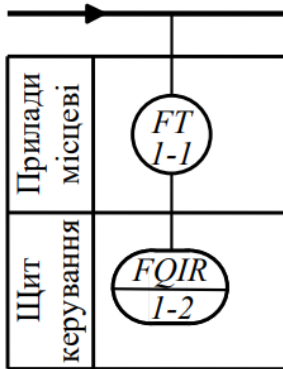

Рис. 10. Схема контролю витрати та кількості рідини у технологічному потоці [6].
*Рішення задачі.* Схема контролю витрати та кількості рідини у технологічному потоці наведена на рис. 10.